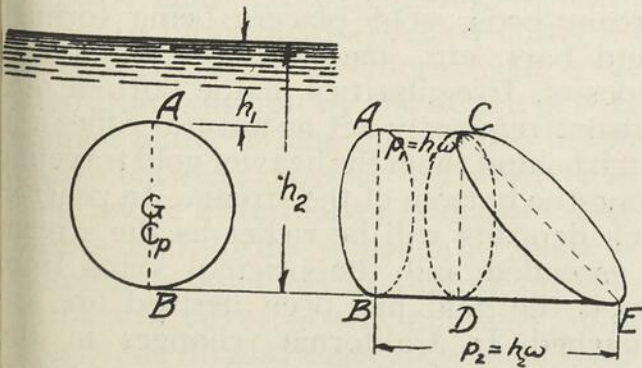

FIG. 11
d) Surface plane circulaire et verticale, de diamètre d, et dont le point le plus haut est à h_1 en contre-bas du niveau libre (Voir Fig. 11).